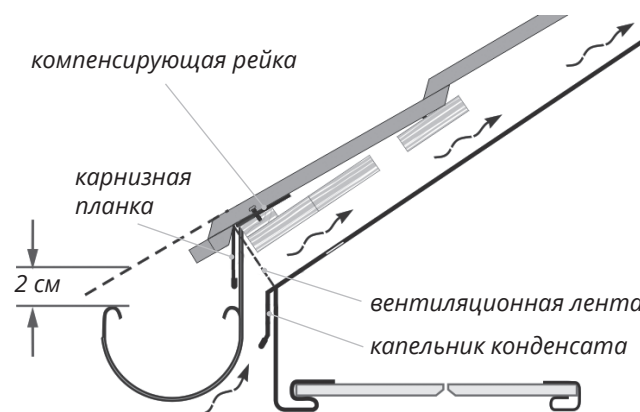

Рисунок 6
- Перед установкой разметьте крюки с учётом вертикального смещения (Рис.6) Не забудьте учесть горизонтальность карниза.